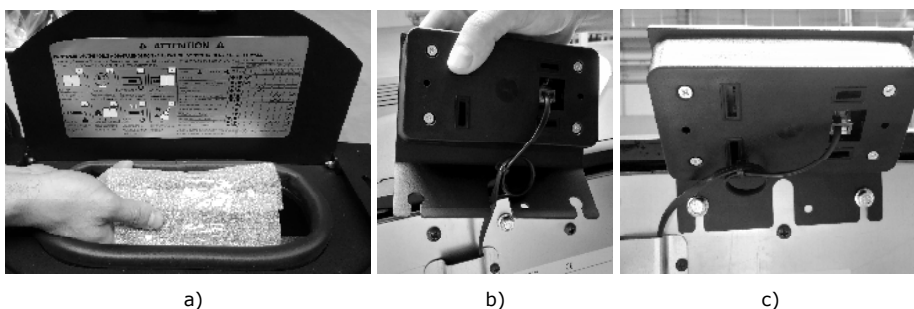

Figura 4 – Instalação Display
- Deve retirar o display que se encontra embalado dentro da cuba de pellets, Figura 4-a, de seguida deve ligar o cabo que se encontra dentro da calha traseira ao display, Figura 4-b, por fim, desaperte um pouco os parafusos das costas e instale o display Figura 4-c.